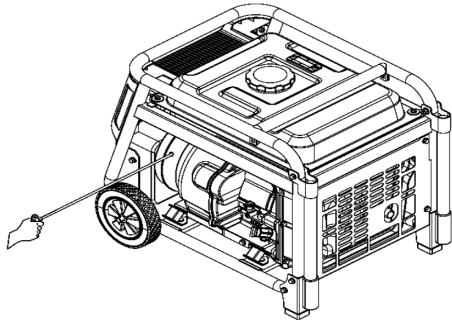

Ilustración 9. Tirar del mango de arranque.
4.3 Tire suavemente del mango de arranque hasta sentir resistencia, luego tire rápidamente en dirección de la flecha que se muestra abajo. Ver ilustración 9.